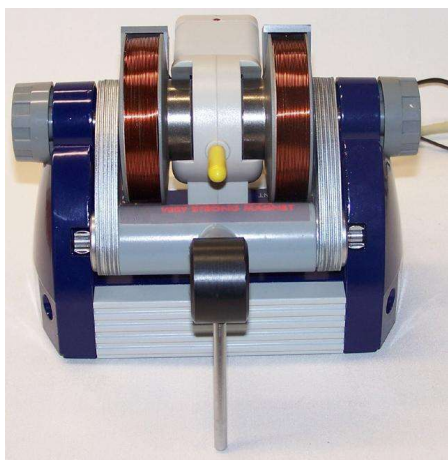

Fig. 2 Unidad base con la muestra de glicerina insertada
- Inserte la muestra de glicerina (parte superior amarilla) en la cámara de muestras (ver Fig. 2).